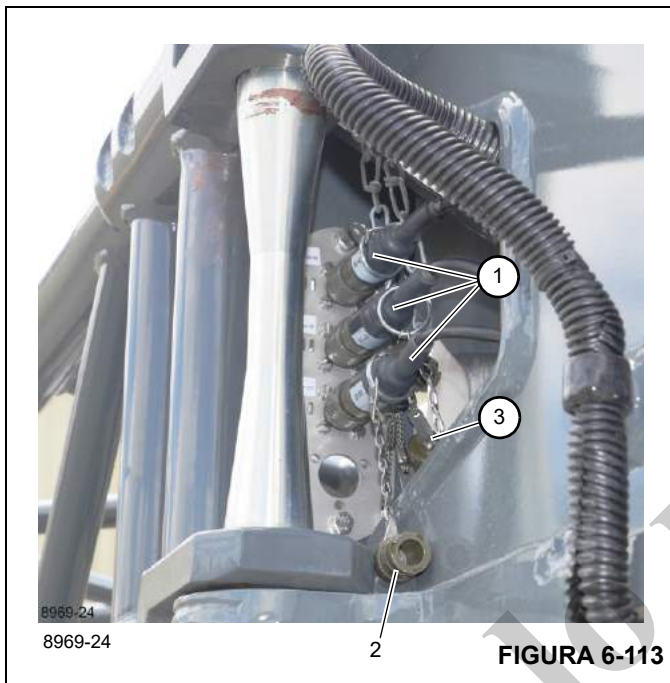

FIGURA 6-113
1. Retire los enchufes (1), (Figura 6-113), de los receptáculos y selle los enchufes con sus tapas (2), (Figura 6-113). Selle los receptáculos con sus tapas (3), (Figura 6-113).